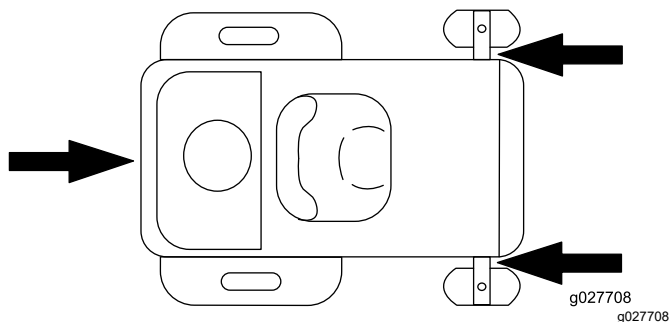

図 29
6. 前キャストホイールおよび後部フレームを利用して機体をロープやチェーンなどで固定する 図 29。ロープ掛けや積荷固定については各地域の法令などに従ってください。